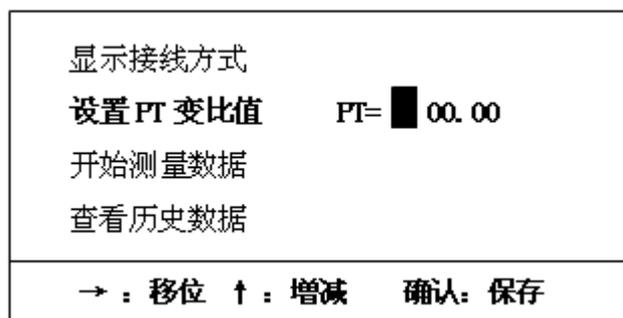

图 5 设置 PT 变比值
5. 移动光标至“设置 PT 变比值”，点击“确认”，屏幕进入界面如图 5 所示。